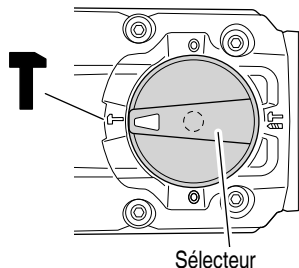

Fig. 23
- (1) Commutation sur "percussion"
- (b) Alignez ▲ du levier du sélecteur et T du couvercle de la manivelle comme illustré à la Fig. 23.